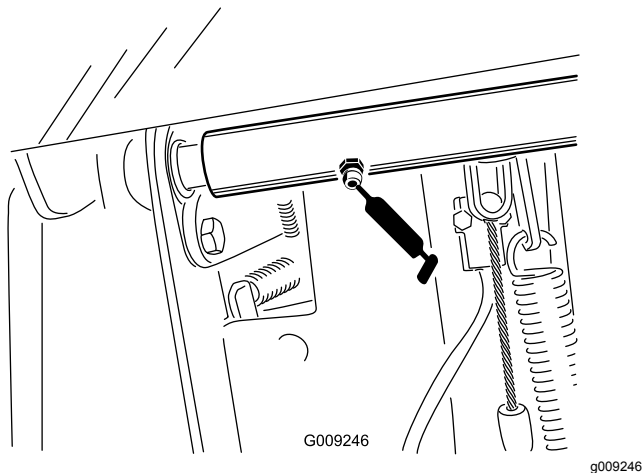

Bild 58
- Bremspedal-Drehzapfen der Wellenlager (2) (Bild 58)